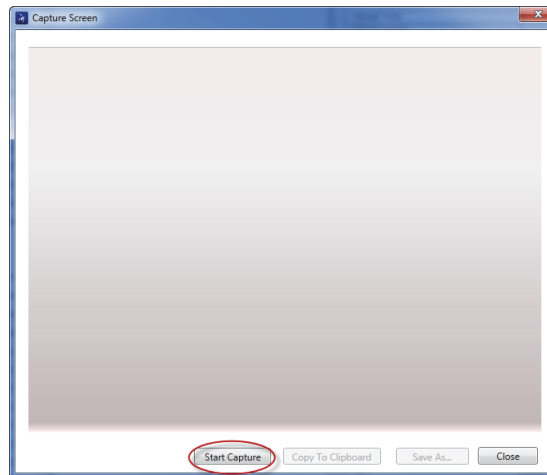

Figura 7-2 Caixa de diálogo captura de tela
Caixa de diálogo **Capture Screen** aberta (veja Figura 7-2 na página 184).
4. Na caixa de diálogo **Capture Screen**, clique em **Start Capture** (veja Figura 7-2 na página 184).